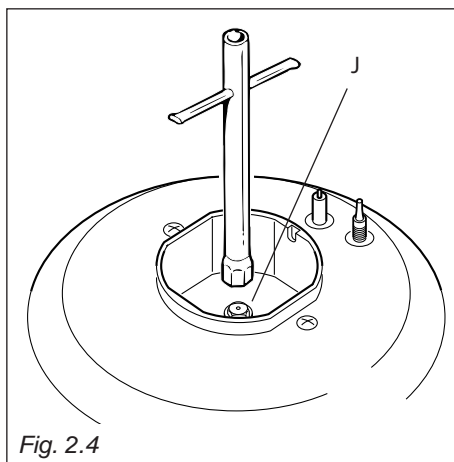

Fig. 2.4
- Con una chiave fissa sostituire gli ugelli "J" (fig. 2.4) con quelli idonei per il gas da utilizzare.